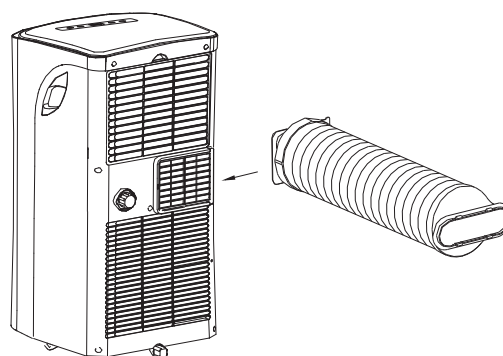

Fig. 17
2. Deslice la manguera de escape a lo largo de la dirección de la flecha (Ver Fig. 17) para la instalación.